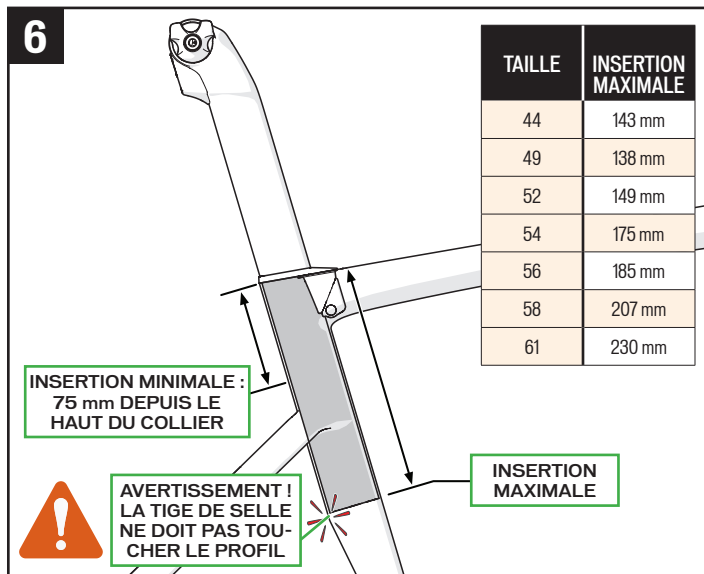

FIG. 6 : réglage de la hauteur de la selle.
- **INSERTION MAXIMALE** : le profil du tube de selle est différent sur sa partie basse. Ce changement de profil bloque la profondeur d'insertion de la tige de selle. Au moment d'insérer la tige de selle, il doit y avoir un espace suffisant entre le bas de la tige de selle et ce changement de profil de manière à éviter tout dommage structurel sur le cadre. La profondeur d'insertion maximale dépend de la taille du cadre. Veuillez consulter le tableau de Fig. 6.
AVERTISSEMENT ! Le non-respect des profondeurs d'insertion de la tige de selle et du cadre (Fig. 6) peut endommager le cadre et/ou la tige de selle ce qui pourrait entraîner une perte de contrôle du vélo et une chute du cycliste.